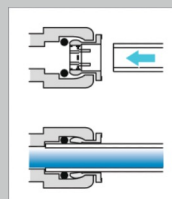

Fig. 2
- Utilizando o tubo fornecido, empurre firmemente uma extremidade para dentro do conector de água (fig. 2)